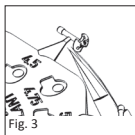

Fig. 3
■ **Fig. 3** Tagliare con un paio di microforbici il sizer prescelto per la misurazione e trasportarlo nell'orecchio medio mediante una ventosa o altro strumento per microchirurgia.